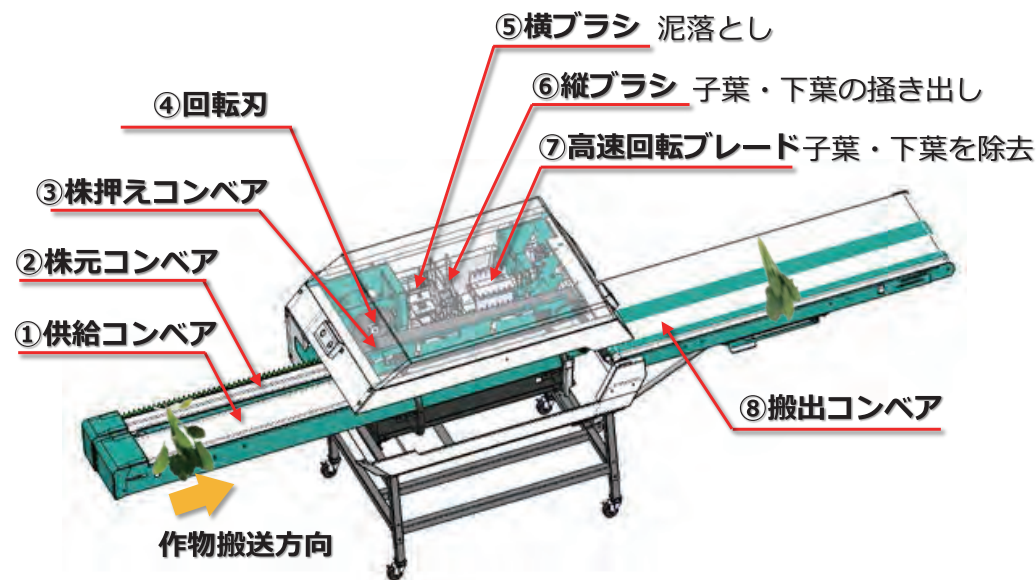

図1 調製機の構造概要
- 1) 軟弱野菜の高能率調製機は、ハウレンソウの出荷調製作業である根部切断と子葉・下葉除去を一工程で行う機械で（図1、表1）、供給部、調製部、排出部の3つの部分で構成されています。